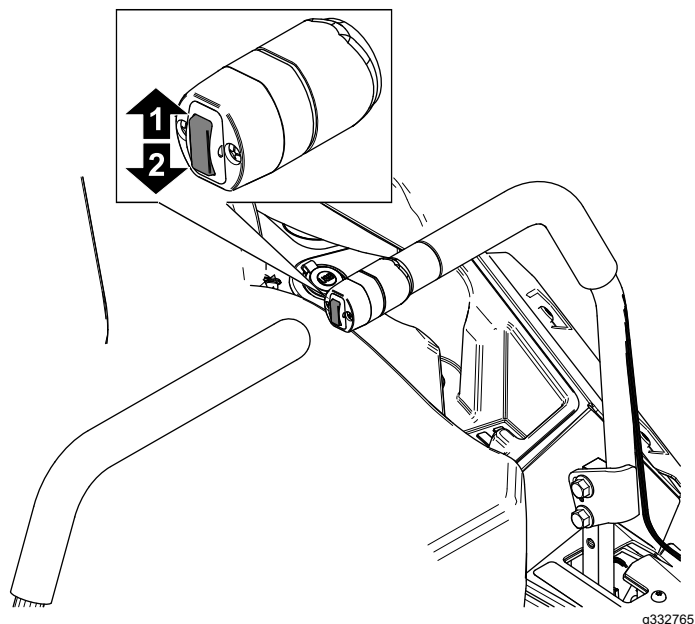

Figura 28
1. Spingete verso l'alto l'interruttore di sollevamento del piatto (Figura 28) fino a che il piatto di taglio non è completamente sollevato.
1. Spingete verso l'alto l'interruttore di sollevamento del piatto (Figura 28).